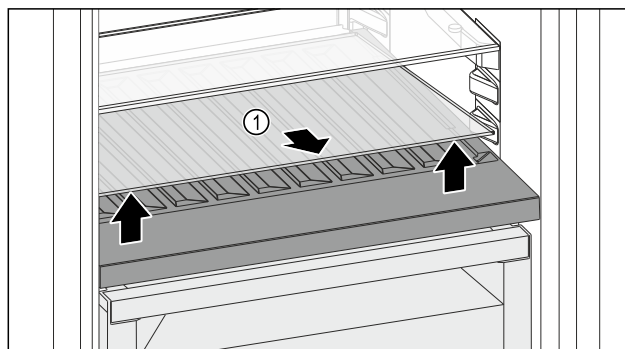

Fig. 113
- ▶ Løft glassplaten *Fig. 113 (1)* foran på fordypningen og ta den ut.
- ▶ Oppbevar glassplaten *Fig. 113 (1)* trygt utenfor apparatet.